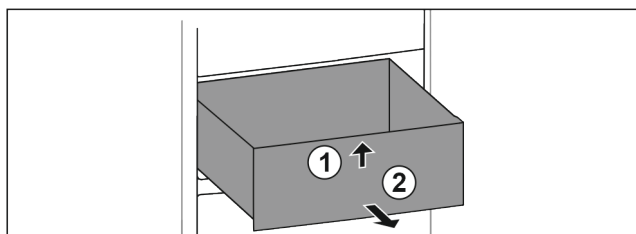

Fig. 90
- Nadzvedněte zásuvku vpředu. Fig. 90 (1)
- Vyjměte zásuvku dopředu. Fig. 90 (2)